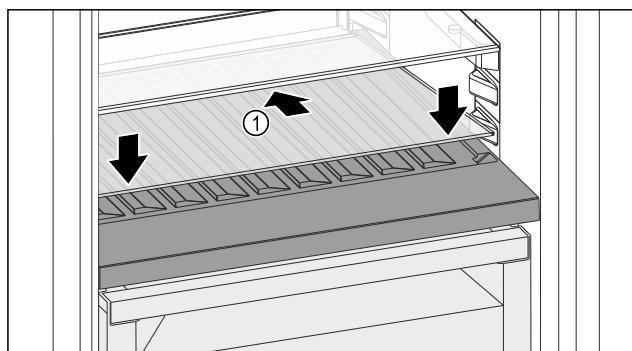

Fig. 100
- ▶ Вставте скляну полицю Fig. 100 (1) під кутом, нахилівши назад і донизу.
- ▶ Опустіть скляну полицю Fig. 100 (1) вперед.